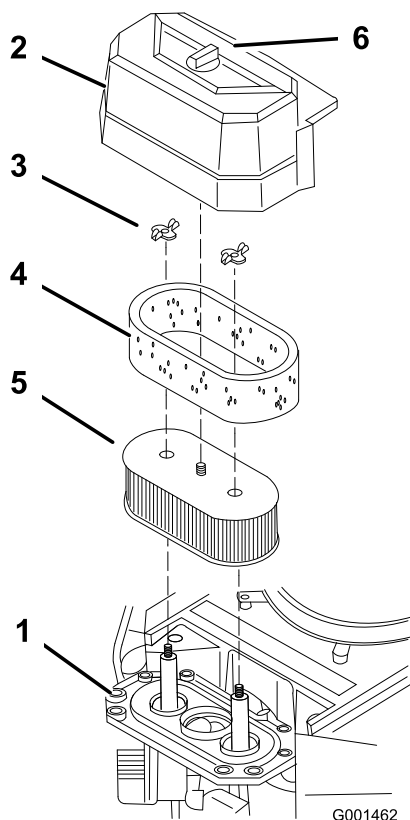

Figure 38
3. Nettoyez la surface autour du filtre à air pour éviter que des impuretés ne s'introduisent dans le moteur et l'endommagent (Figure 38).
4. Dévissez le bouton du couvercle et déposez le couvercle du filtre à air (Figure 38).
5. Dévissez les écrous à oreilles et déposez l'ensemble filtre à air (Figure 38).
6. Sortez délicatement l'élément en mousse de l'élément en papier (Figure 38).
1. Ne nettoyez pas l'élément – remplacez-le (Figure 38).
1. Glissez délicatement l'élément en mousse sur l'élément en papier (Figure 38).
2. Posez l'ensemble filtre à air sur sa base et fixez-le en place avec les 2 écrous à oreilles (Figure 38).
3. Mettez le couvercle du filtre en place et serrez le bouton (Figure 38).